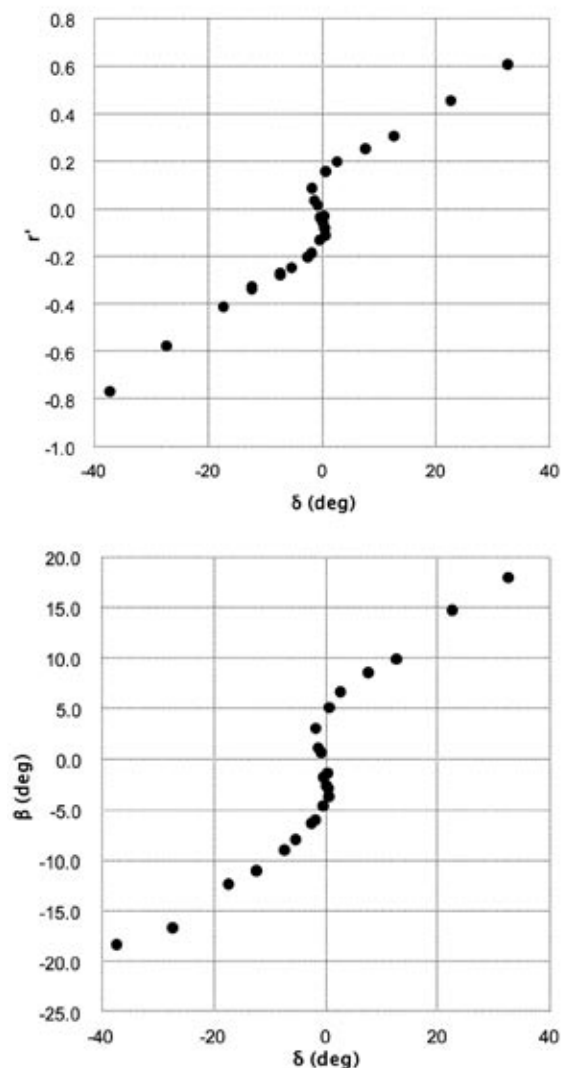

図3 コンテナ船の自由航走実験結果
- ① 速力実験
- ② Z 操舵実験
- ③ 旋回実験
- ④ 逆スパイラル実験
- ⑤ プロペラ逆転実験
これらの実験結果から、模型船の操縦性能の検証を行います。ここでは③と④から得られた実験結果の一例を以下に示します(図3)。